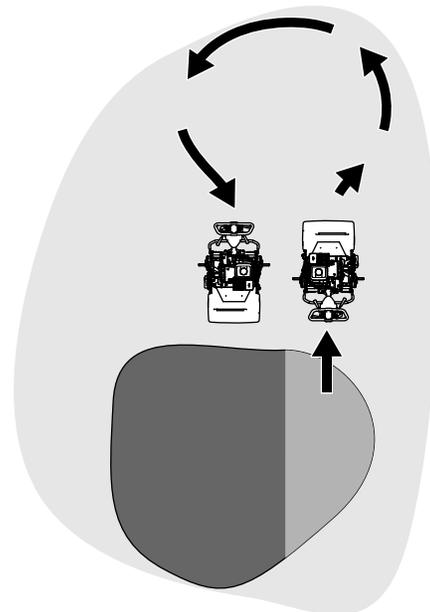

图 19
- 机器掉头应当在果岭之外进行方法为抬起滚刀将手柄向下压然后使用驱动轮鼓进行一个泪滴状的转变 图 19。
1. 找到变速箱上的牵引接合杆 图 19。